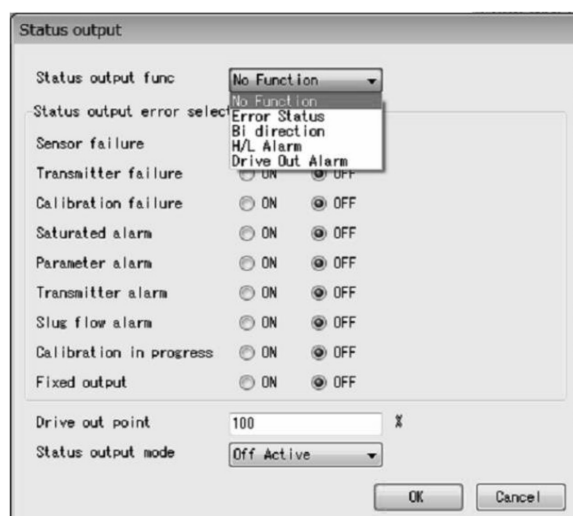

図46
- ③ 図46のように、「Status output func」の右側の矢印をクリックしてドロップダウンリストの中からステータス出力に設定する機能を選択して下さい。